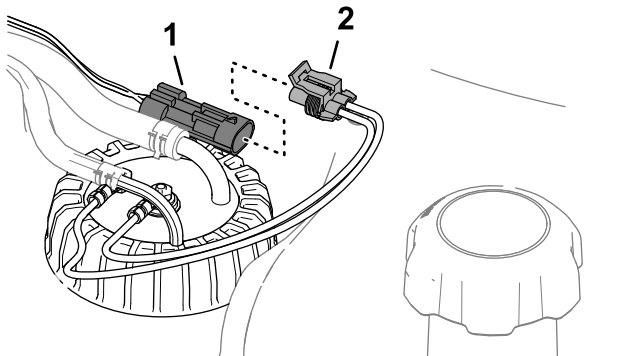

Рисунок 94
6. Подсоедините разъем жгута проводов датчика уровня топлива к разъему жгута проводов машины (Рисунок 94).